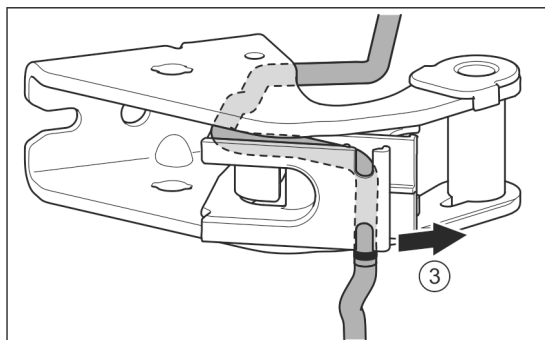

Fig. 25
- ▶ Высвободить кабель из направляющей. Fig. 25 (3)